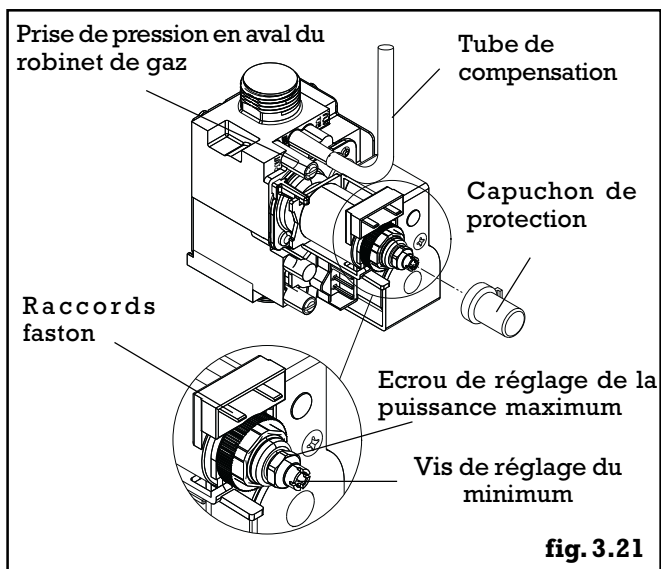

fig. 3.21
- retirer le capuchon plastique de la bobine de modulation de la vanne gaz (fig.3.21).